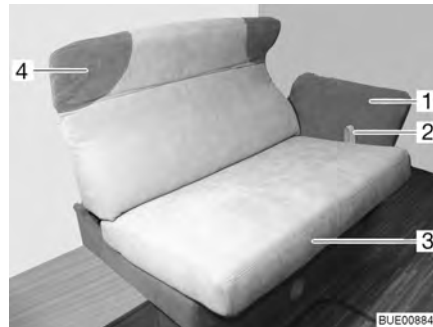

Bild 78 Inställning av den långsgående sittbänken
- Dra bandet (Bild 78,2) uppåt och dra försiktigt sittytan (Bild 78,3) på skeborna, dra till stoppläget i mitten.
- Ta tag i nackkudden (Bild 78,4) med båda händerna och sväng upp eller ned det till önskat läge.
- Ta tag i armstödet (Bild 78,1) med båda händerna och sväng upp eller ned det till önskat läge.